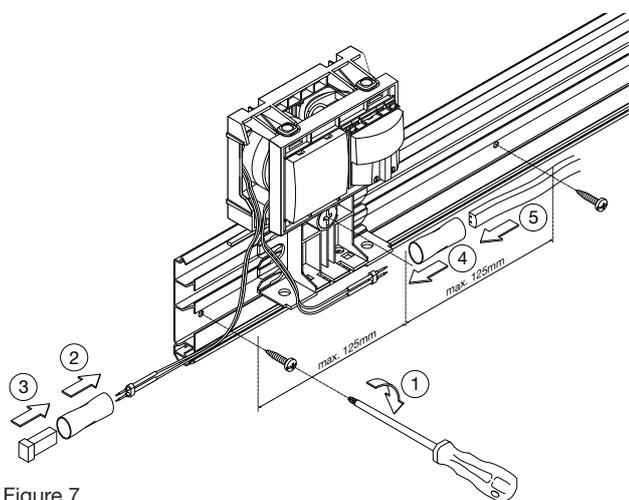

Figure 7
1. Encliqueter le boîtier d'appareils (fig. 7)
2. Raccorder le tuyau LED (fig. 7)